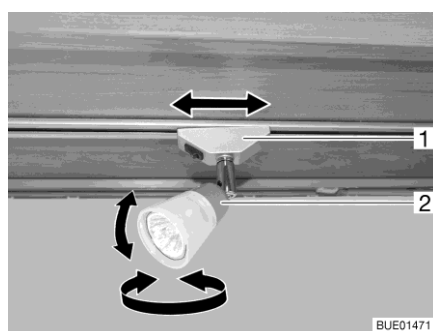

Bild 29 Spotlight (Campeo)
Vrida spotlight: ■ Vrid spotlightens hus (Bild 29,2) i önskad riktning.
- Vrid fästet (Bild 29,1) med ca 45°.
- Vrid fästet (Bild 29,1) med 90°.